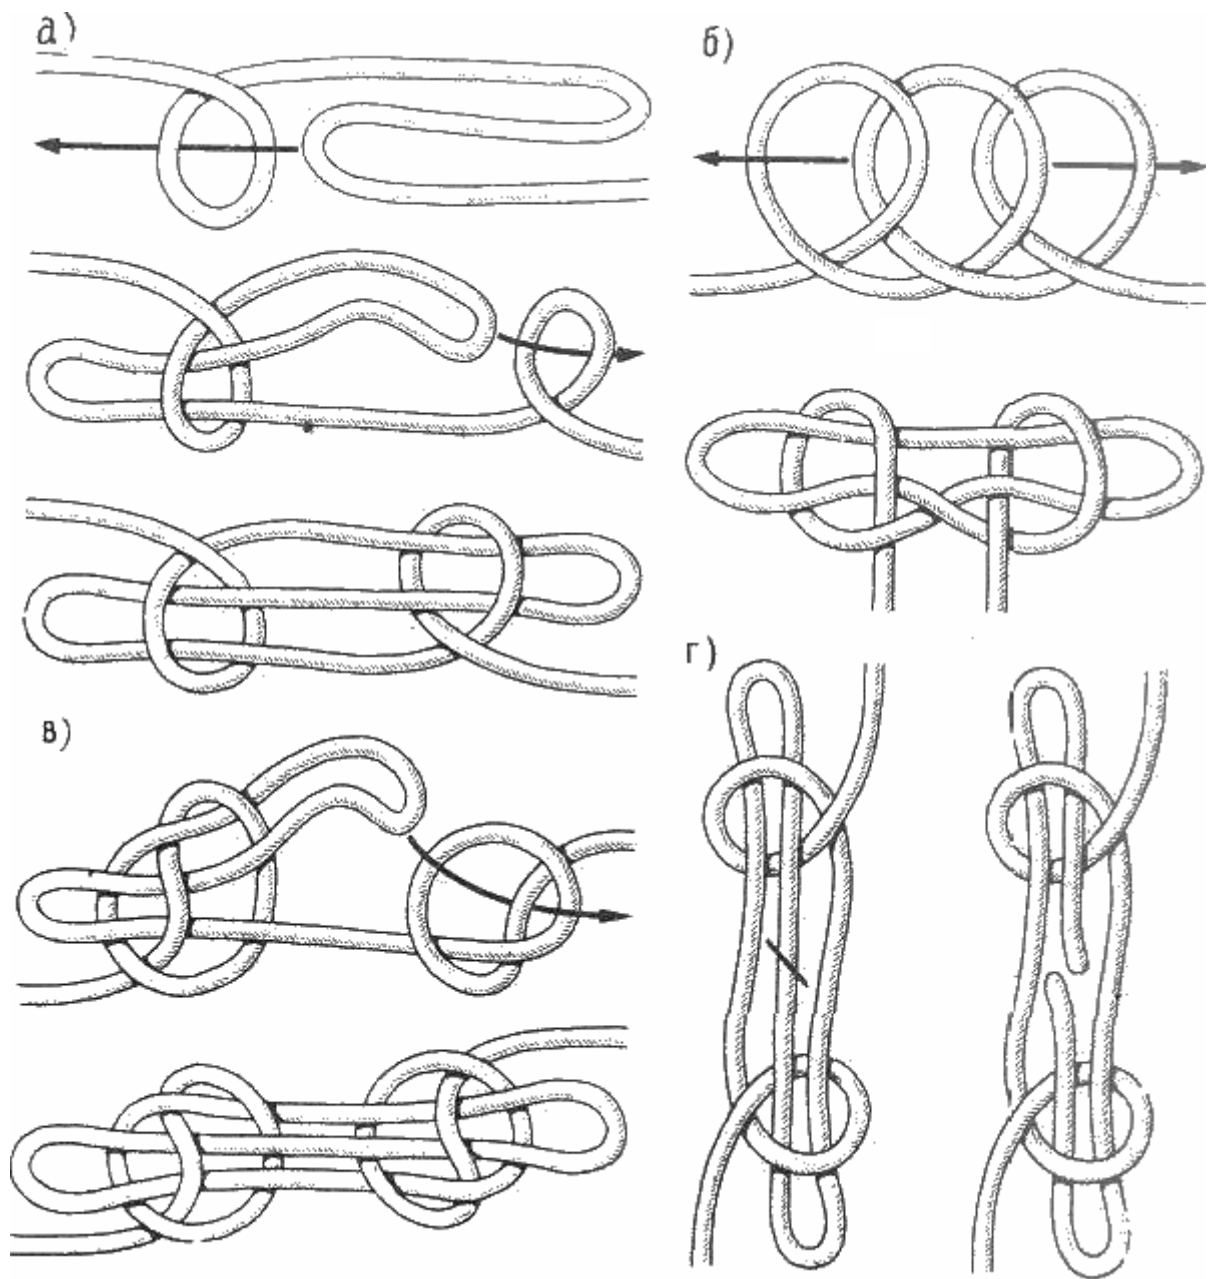

Рис. 113. Кольшка
**Колышка ("баранья нога\*")** (рис. 113). В английском морском языке этот узел называется "Sheepshank", что означает "баранья ляжка". Такое название узел получил у англичан ввиду внешнего сходства его формы с бараньей ногой. В отечественных пособиях по морскому делу он не имеет никакого собственного названия, его просто именуют "узлом для укорачивания троса".
когда стеньга или брам-стеньга спущены. Укорачивание тросов на время делали и в других случаях. По традиции моряки разрезают трос при исключительных обстоятельствах. А если, например, на судне требуется для какой-нибудь работы 25 метров троса, а под рукой есть свободный кусок длиной 40 метров, то его резать не будут, а укоротят до 25, сделав на нем обычную "баранью ногу" одним из двух способов (рис. 113, а, б). Для большей надежности, чтобы узел при временном снятии нагрузки случайно не развязался, концы его петель можно закрепить сваечным узлом (рис. 113, а).
Узел "колышка" применяется не только с целью укоротить длину троса на время. Его используют и в тех случаях, когда при ответственной операции с тросом (как, например, подъем тяжеловеса) есть сомнения в его прочности: допустим, в одном месте перетерта одна прядь или трос надрезан. Чтобы исключить это место из работы и не подвергать его нагрузке, вяжут колышку. Принцип колышки заключается в том, что место троса, перечеркнутое на рис. 113, г, не участвует в работе троса, который завязан этим узлом. В этом месте под нагрузкой трос можно смело перерезать, и он все равно будет держать груз, на который рассчитан по прочности. Пользуясь этим полезным узлом, не нужно забывать, что он прочен и надежен только под нагрузкой, и как только последняя снята, возникает опасность, что узел распадется. Поэтому перед каждым применением троса с завязанной колышкой узел следует проверять или при вязке узла прикреплять петли к коренным концам схватками.